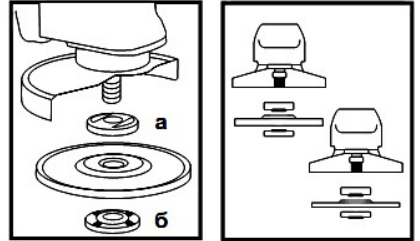

Рисунок 2
**4.3** Встановіть на виріб шліфувальний або відрізний круг. Для цього натисніть на кнопку фіксації шпинделя (1) і поверніть його до такого положення, при якому він зафіксується. За допомогою вилочного ключа з комплекту виробу відверніть і зніміть затиску гайку (б) (дивіться рисунок 2). Встановіть шліфувальний диск на посадкове місце фланцевої шайби (а) (рисунок 2), наживіть рукою затиску гайку на шпиндель і затягніть її ключем з комплекту приладу.